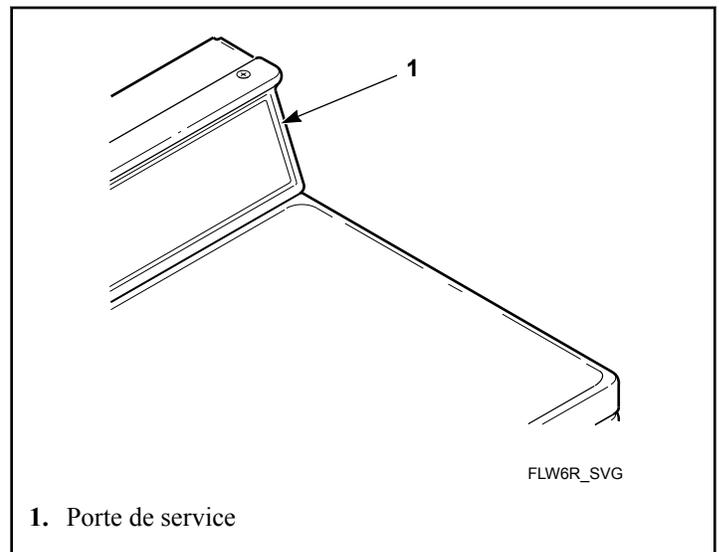

Figure 2
1. Ouvrir la porte de service. Voir la *Figure 2*.